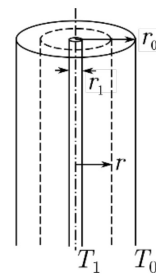

Рис. 1. Геометрия задачи
Рассмотрим стационарную теплопроводность в цилиндрической геометрии (см. рис. 1). Пусть тонкая нить радиусом r_1 и длиной L помещена на оси цилиндра радиусом r_0 . Температура стенок цилиндра T_0 поддерживается постоянной. Пусть в нити выделяется некоторая тепловая мощность Q [Вт]. Если цилиндр длинный ($L \gg r_0$), можно пренебречь теплоотводом через его торцы. Тогда все параметры газа можно считать зависящими только от расстояния до оси системы r . Вместо (1) имеем: